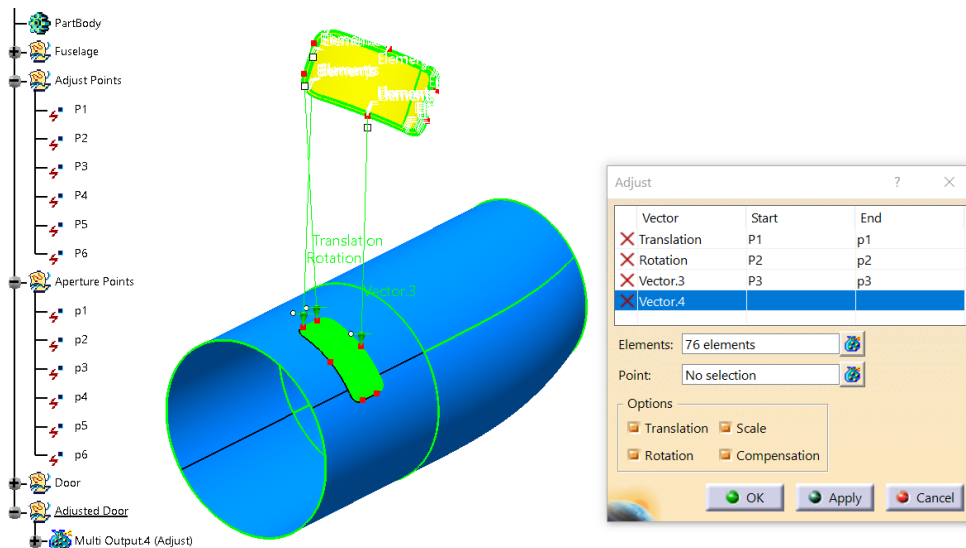

Figura 2.8 Solución final tras aplicar Translation, Rotation, Scale y Compensation.
- Compensation (Colocación):** es necesario que estén seleccionadas las opciones de “Translation” y “Rotation”. Necesita de un tercer vector como se observa en la *Figura 2.8*, cuyos puntos inicial y final pertenezcan a los mismos planos de los que parten y acaban los vectores anteriores. Con estos tres vectores se completa la transformación.